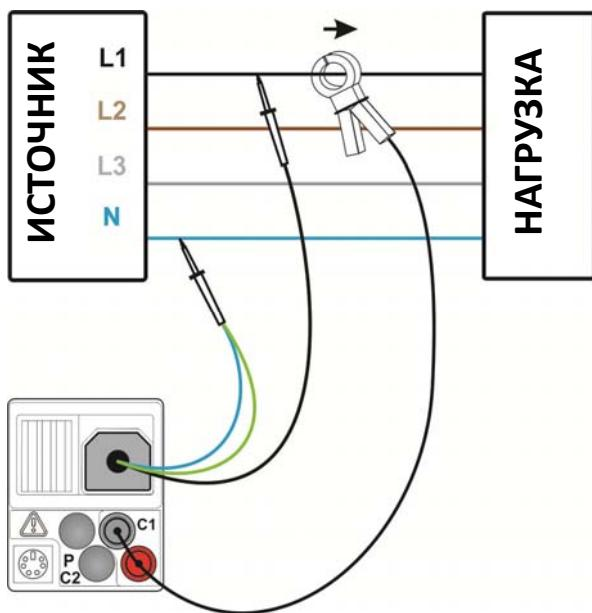

Рисунок 5.46: Измерение мощности
- Подсоедините** выводы (проводы) измерения напряжения и токовые клещи к тестируемому элементу (см. Рисунок 5.46: *Измерение мощности*
См. Рисунок 5.46: Измерение мощности
- Подсоедините** выводы (проводы) измерения напряжения и токовые клещи к тестируемому элементу (см. Рисунок 5.46: Измерение мощности).